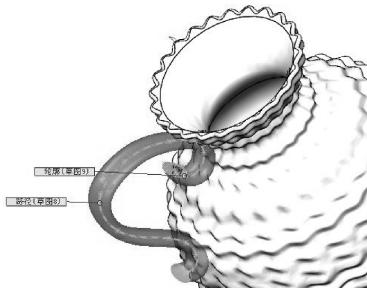

图 4-130 创建扫描曲面 4
- 20 利用【扫描曲面】工具, 创建扫描曲面 4, 如图 4-130 所示。